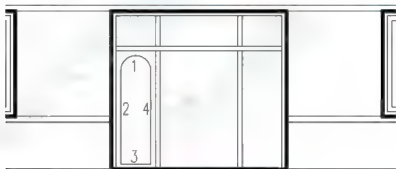

图 4.34 修剪多余的线
(3) 执行菜单栏中的【绘图】|【圆】|【相切、相切、相切】命令, 启动【相切、相切、相切】命令画圆。
① 在 CIRCLE 指定圆的圆心或[一点(3P)/两点(2P)/相切、相切、半径(R)]: 3p 指定圆上的第一个点: 提示下, 将光标放到如图 4.34 所示的 2 线偏上部位, 当出现切点捕
(4) 用【修剪】命令把多余的线修剪掉, 结果如图 4.34 所示。